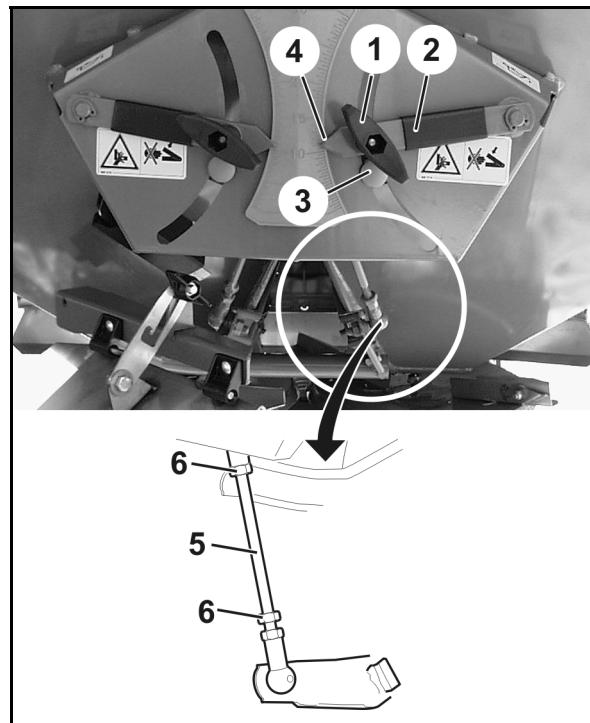

图 98
如果并非如此，则应通过旋转连接杆（图 98/5）相应更改限位挡块（图 98/3）的位置：
6. 松脱连接杆（图 98/5）的锁紧螺母（图 98/6）。
7. 旋转连接杆，直至限位挡块（图 98/3）靠在操纵杆（图 98/2）上。